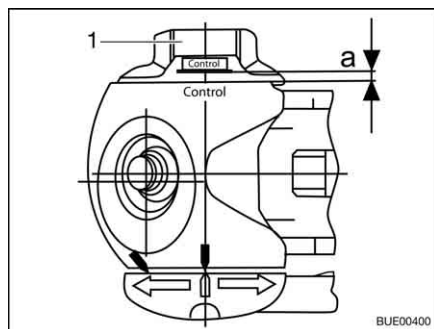

Fig. 207 Contrôle d'usure
- Tourner la molette de réglage (Fig. 207,1) vers la position de fermeture jusqu'à ce que vous ressentiez et entendiez le grincement du limiteur de couple. Sens de la rotation : Dans le sens des aiguilles d'une montre.
- Distance $a > 0$ (Fig. 207) : Usure à l'intérieur de la zone autorisée.